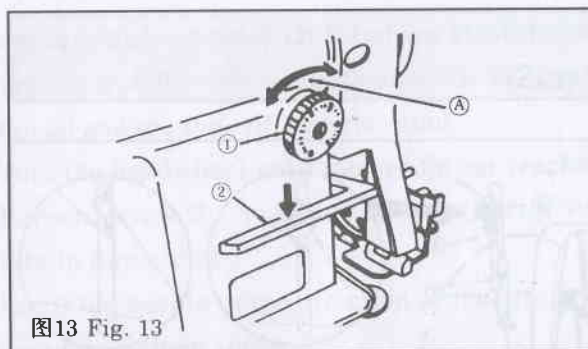

图13 Fig. 13
7. 针距的调节(图13)
7. ADJUSTING THE STITCH LENGTH (Fig.13)